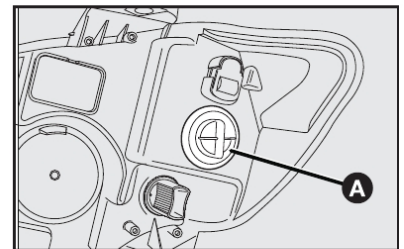

fig. 29
- 1) Retirar o porta-lâmpadas **A-fig. 29** girando-o no sentido anti-horário;